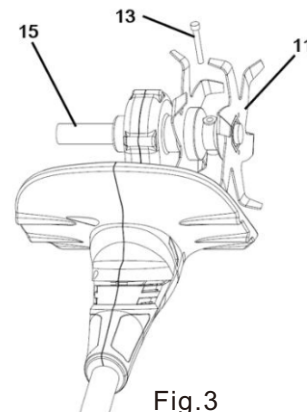

Fig.3
3. Inserire la vite a brugola 13 nei fori C e B e serrare la vite a brugola 13 utilizzando una chiave a brugola. (Fig. 3)